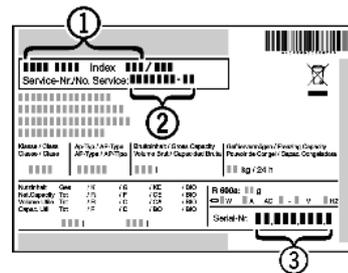

Fig. 12
- ▶ Наименование устройства Fig. 12 (1), сервисный № Fig. 12 (2) и серийный № Fig. 12 (3) считайте с заводской таблички. Заводская табличка находится внутри устройства слева.
- ▶ Обратитесь в сервисную службу и сообщите вид неисправности, наименование устройства Fig. 12 (1), сервисный № Fig. 12 (2) и серийный № Fig. 12 (3).